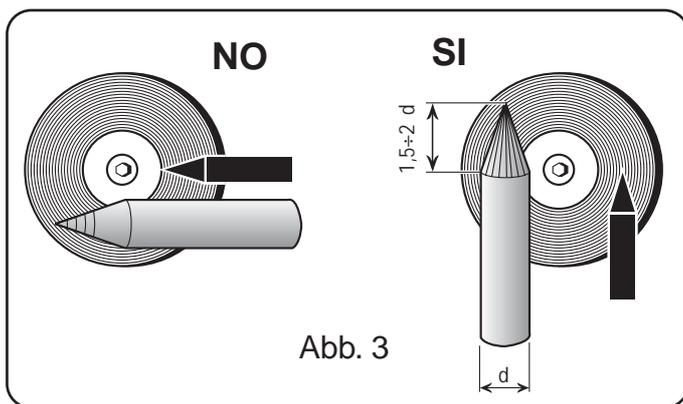

Abb. 3
Die Vorbereitung der Elektrodenspitze erfordert besondere Aufmerksamkeit. Die Elektrode leicht anschleifen, so daß sie vertikale Riefen aufweist (siehe Abb. 3).
- Die Wolframelektrodenspitze auf einer Länge, die dem 1,5 bis 2-fachen des Elektrodendurchmessers entspricht, konisch anschleifen (Abb. 3)